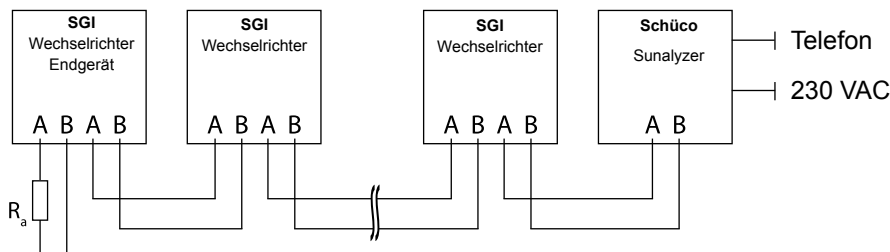

Abb. 12: Anschlusschema der RS485-Schnittstelle
- Ader B (+) mit Ader B (+) (siehe Abbildung 12 auf Seite 24)